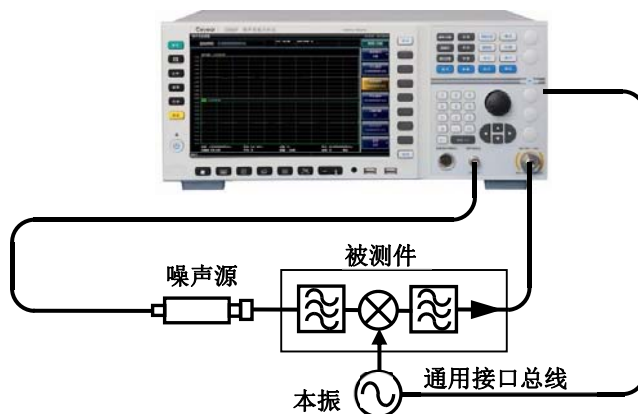

图 4.8 上、下变频器测量模式测量连接
- 步骤3.** 校准完成后在噪声源输出和噪声系数分析仪的输入端口（50Ω）之间插入被测件进行测量，变频器测试模式的测量连接如图4.8所示。